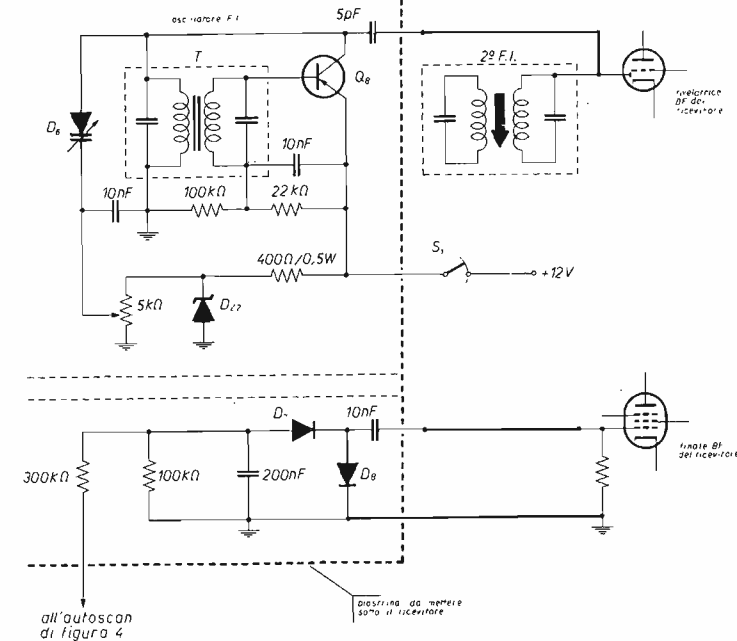

figura 7
- A) I circuiti in grassetto si riferiscono alla modifica, ricordarsi di interrompere il collegamento fra la  $R_2$  del pentodo e la massa. L'interruttore  $S_2$  che mette a massa il CAG è in tandem con  $S_1$ , di figura 7.
L'oscillatore di figura 7 impiega come induttori gli avvolgimenti di un trasformatore miniatura Philips da 467 kHz.